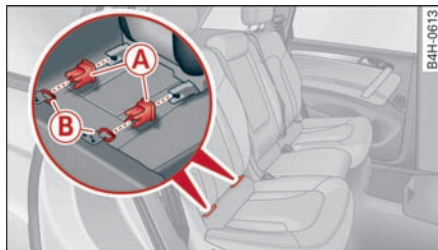

图 186 后座椅：用于安装儿童座椅的锥形管套
- ▶ 将儿童座椅的定位锥形管套 (A) 插入靠背和座椅面之间的 ISOFIX 固定件 (B) 中 ⇨ 图 186。